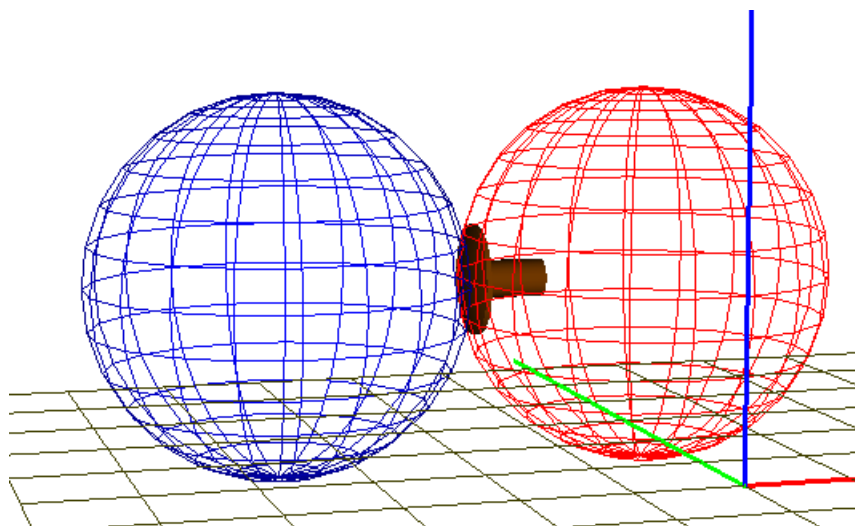

Рис. 1.38. Внешний элемент: контакт тарелок
2. Контактные силы *Contact buffer RL(RR)* типа «Сфера-Сфера» задают взаимодействие тарелок буферов, рис. 1.38. Первое тело – соответствующая тарелка буферов, входящих в модель. Второе тело – внешнее. В модели сцепа следует назначить с помощью точки связи второе тело – тарелку заднего экипажа. Идентификаторы, параметризующие взаимодействие, приведены в табл. 1.7.